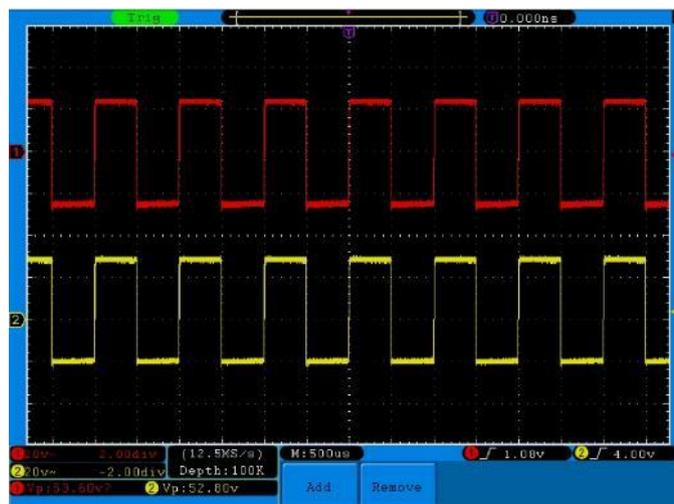

Fig. 80 Forma d'onda durante la misurazione del guadagno
8. leggere i valori picco-picco del canale 1 e del canale 2 nel menu visualizzato (vedere la **Fig. 80**).